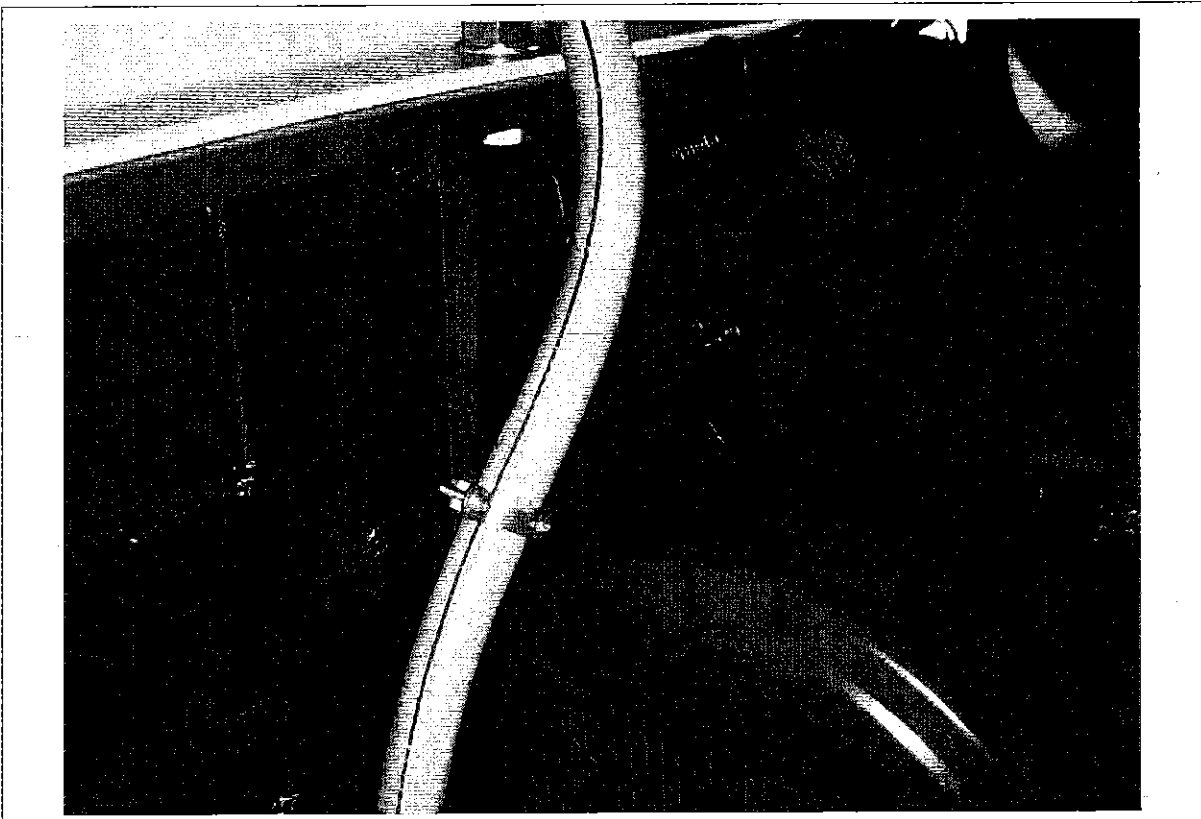

Fig. 8-14
- 2) Allentare le viti che bloccano il supporto motore fig. 8-14.